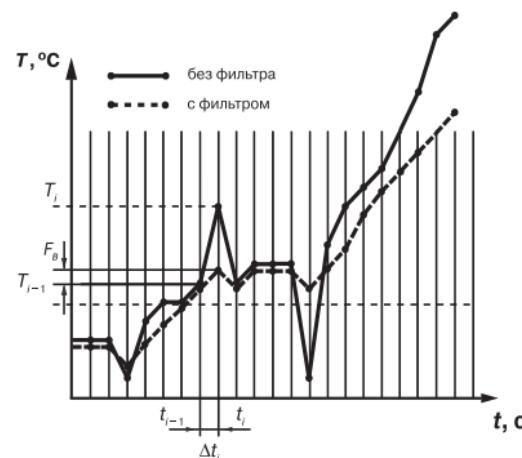

Рис. 3
3.2.4.2. Во-первых, фильтр устраниет сильные единичные помехи (рис. 3).
Если измеренное значение T_i отличается от предыдущего T_{i-1} на величину, большую, чем значение параметра F_a (заданная «полоса фильтра»), то прибор присваивает ему значение равное $T_{i-1} + F_a$ (рис. 3). Таким образом характеристика сглаживается.
Как видно из рис. 3, малая ширина полосы фильтра приводит к замедлению реакции прибора на быстрое изменение входной величины. Поэтому при низком уровне помех или при работе с быстременяющимися процессами рекомендуется увеличить значение полосы фильтра или отключить действие этого параметра. При работе в условиях сильных помех для устранения их влияния на работу прибора необходимо уменьшить значение в параметре «**полоса фильтра**».